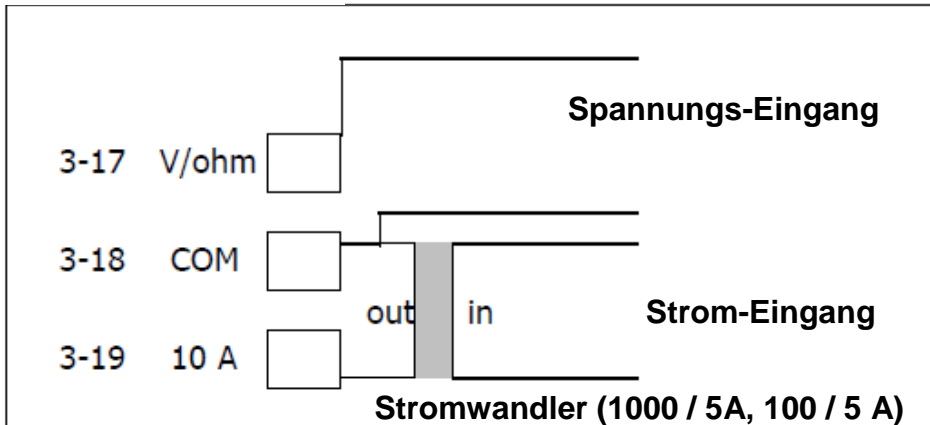

Abb.3
- 1) Verbinden der Kabel nach folgendem Schema (s. Abb. 3)